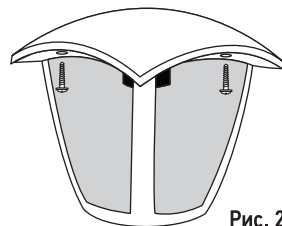

Рис. 2
- Снимите крышку с плафона, отвинтив шурупы под крышкой, Рис. 2.